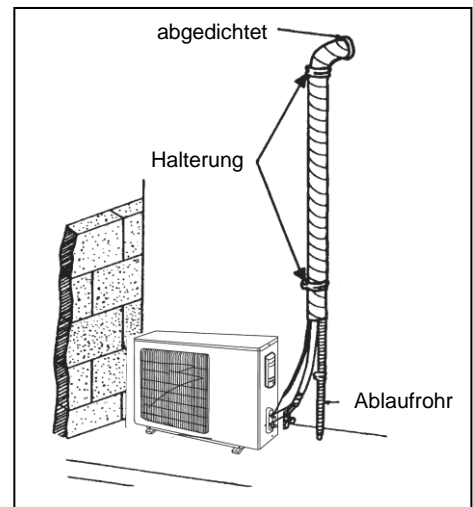

Abb. 15
1. Wenn die Außeneinheit höher als die Inneneinheit installiert ist (siehe Abb. 15).